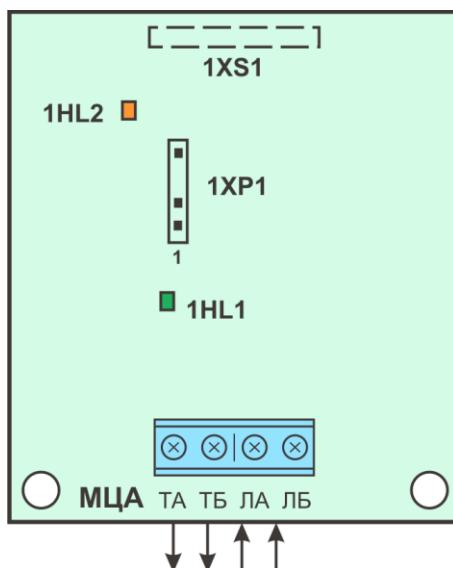

Рисунок 7.15 – Підключення входів та виходів МЦА
- Встановити плату комунікатора на плату БМК приладу, з'єднавши роз'єм 1XS1 комунікатора (рис. 7.15) зі з'єднувачем 3XP4 приладу (додаток Б, рис. Б.1) та зафіксувавши плати між собою тримачами.
Підключення входів та виходів МЦА наведена на рис. 7.15. Призначення клем та з'єднувачів МЦА наведене в таблиці 7.5.
1 Виносні індикатори дублюють індикатори 1HL1 та 1HL2 рис. 7.15. В якості виносних індикаторів використовуються світлодіоди: катод (мінус) та анод (плюс).